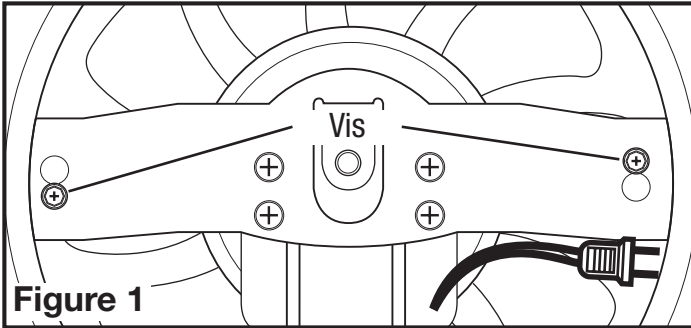

Figure 1
2. Enlever l'assemblage de support du moteur du châssis du ventilateur en desserrant les deux vis qui tiennent en place le support (**Figure 1**).
1. Réinstaller le support du moteur du ventilateur en le glissant en place et en serrant les vis. Faire tourner la roue de soufflante à la main pour vous assurer qu'elle tourne librement. Maintenant, brancher le moteur dans le réceptacle (Figure 1).